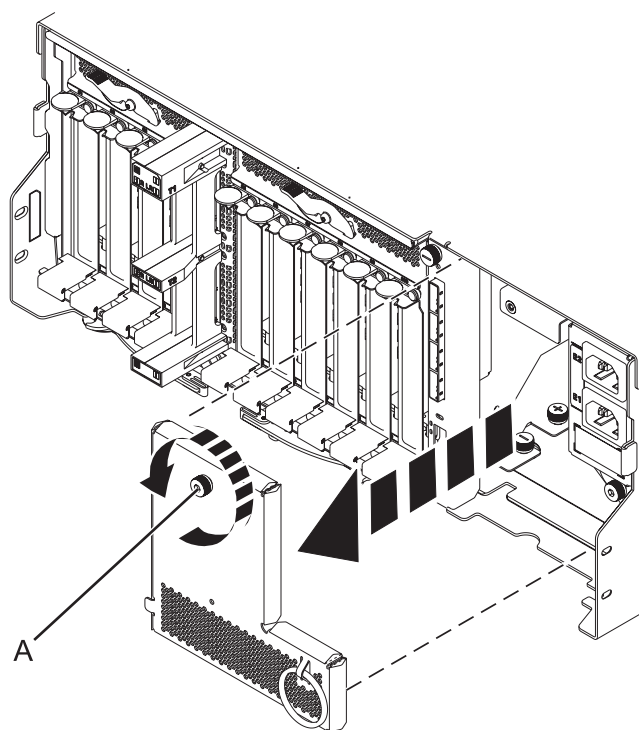

Figura 86. Extracción de la placa del cable de alimentación
10. Extraiga la placa del cable de alimentación girando el tornillo de mano (A) y tirando de la placa hacia fuera del sistema, como se muestra en Figura 86.